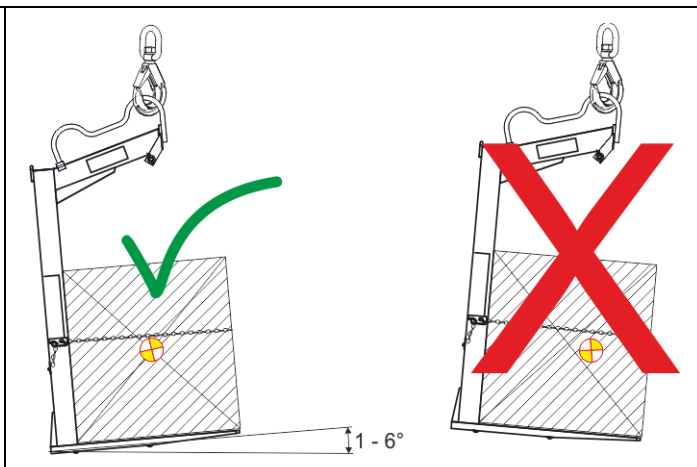

Abb. 3 Lastschwerpunkt Doppelbügel
- ⇒ Korrekte Lage der Krangabel ↗ Abb. 3 kontrollieren.